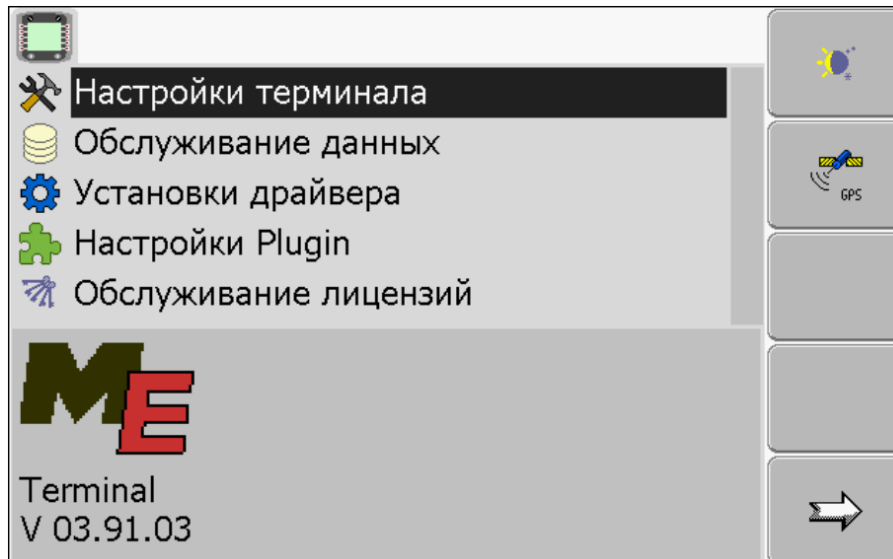

Рисунок 3.12 –
Появляется следующий шаблон (рисунок 3.12).
1. Вызвать приложение **Service** (рисунок 3.12).